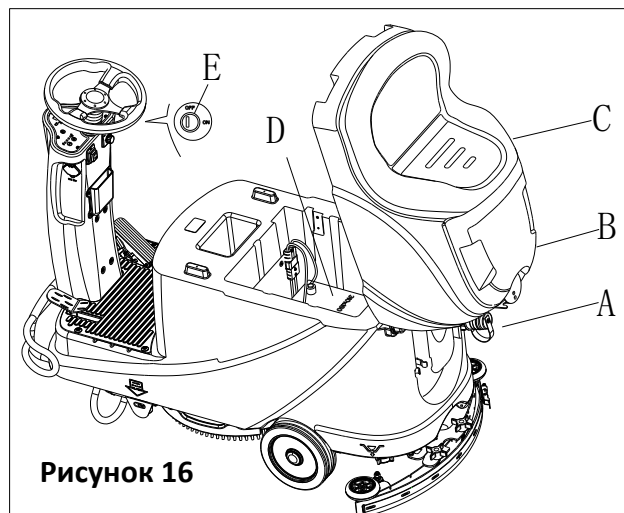

Рисунок 16
1. Откройте крышку бака грязной воды (В, Рисунок 16), чтобы проверить, пуст ли резервуар (С), или опустошите бак грязной воды через сливной шланг (А).
- Проверьте уровень электролита батарей (D), в случае необходимости откройте крышку, чтобы долить электролит, а затем закройте ее.